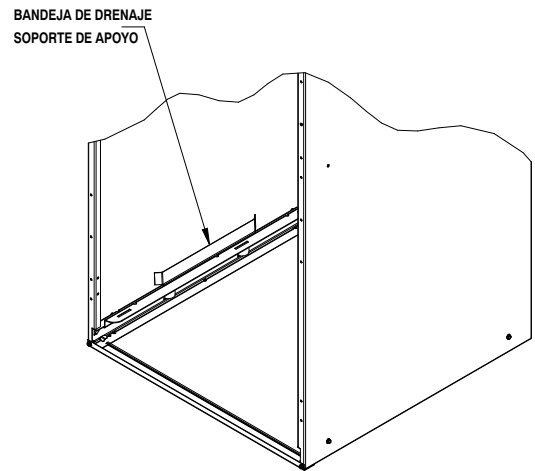

Fig. 8: Soporte de la bandeja de drenaje
5. Retire el soporte de apoyo de la bandeja de drenaje horizontal del riel de apoyo del serpentín en el lado izquierdo de la unidad y vuelva a instalarlo en el riel de apoyo del serpentín en el lado derecho de la unidad (Fig. 8).